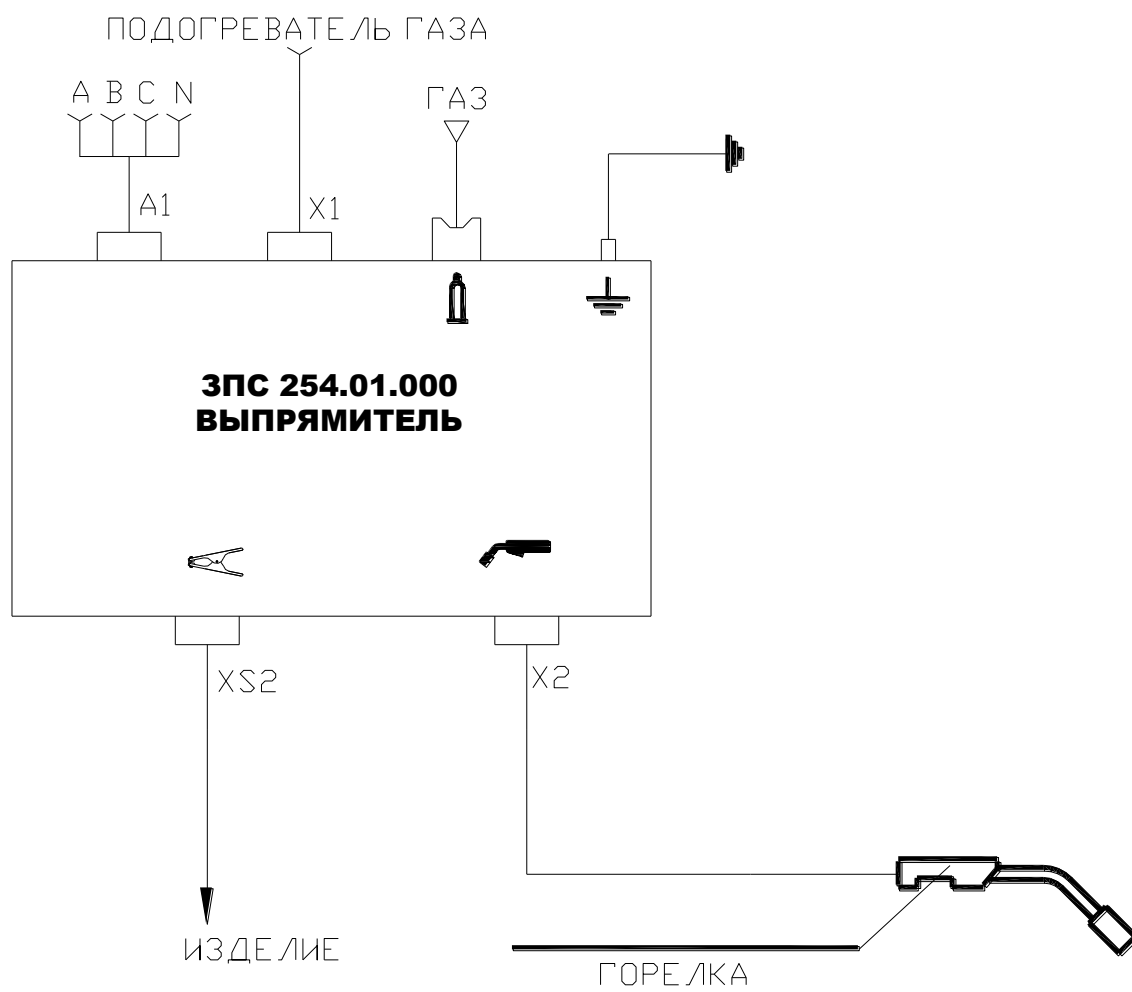

Рис. 2. Схема подключения полуавтомата
5.10. Ступенчатая регулировка сварочного напряжения осуществляется переключателями (поз.3,4 рис.2).
7.2. Произвести монтаж полуавтомата (согласно рис.2):